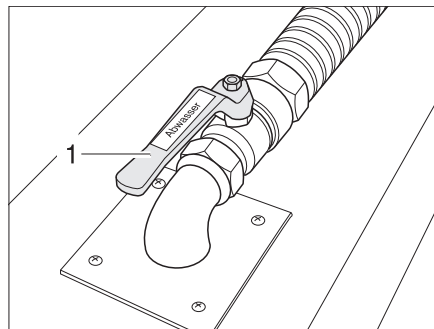

Fig. 242 Rubinetto di scolo delle acque grigie
Il rubinetto di scolo delle acque grigie (Fig. 242,2) si trova nel doppio fondo. Il rubinetto di scolo delle acque grigie è contraddistinto dalla scritta "Abwasser" (acque grigie).
- Aprire il rubinetto di scolo delle acque grigie (Fig. 242,2). Le acque grigie fuoriescono.